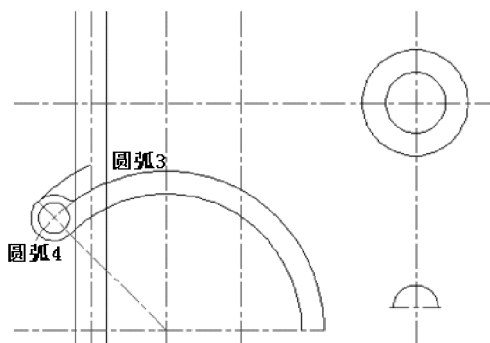
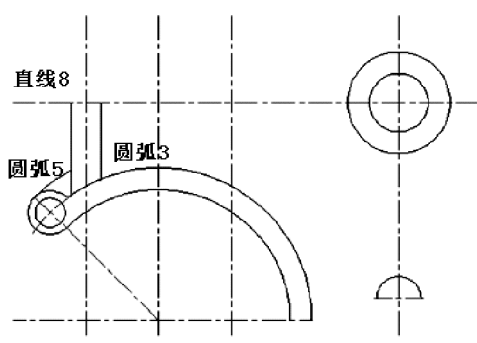

图 5-23 圆弧 3 与圆弧 4 倒圆角
图 5-24 修剪轮廓线
(6) 圆弧 3 与圆弧 4 倒圆角
单击【修改】工具栏 | 【圆角】按钮  或在命令行执行“FILLET”命令，采用修剪、半径模式选择第一个对象或 [放弃 (U)/多段线 (P)/半径 (R)/修剪 (T)/多个 (M)]: R, 指定圆角半径为 5, 第一个对象为圆弧 3, 第二个对象为圆弧 4, 结果如图 5-23 所示。
(7) 修剪轮廓线
① 单击【修改】工具栏 | 【修剪】按钮  或在命令行执行“TRIM/”简写形式“TR”，以直线 8、圆弧 3 及倒圆角作为剪切边，对 2 条竖直线轮廓线进行修剪。
② 单击【修改】工具栏 | 【修剪】按钮  或按空格键/回车键，继续修剪操作，以左边轮廓竖直线为剪切边，对圆弧 5 进行修剪，结果如图 5-24 所示。